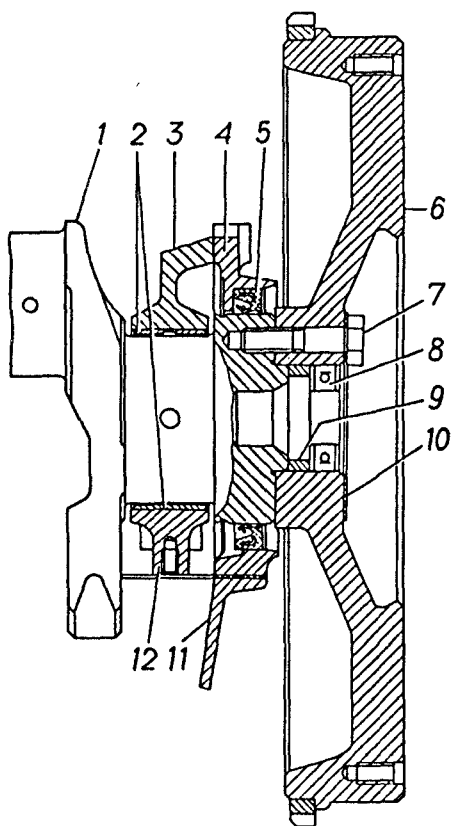

Рис. 8 Задний конец коленчатого вала:
Задний конец коленчатого вала (рис. 8) также уплотнен резиновой манжетой 5, запрессованной в крышку 4, которая крепится к заднему торцу блока цилиндров.
**Маховик** отлит из серого чугуна, установлен на посадочный выступ и штифт фланца коленчатого вала и крепится к нему шестью болтами М8, имеющими самоконтрящуюся резьбу. Для надежности крепления головки болтов прижимаются к стальной термообработанной шайбе. На маховик напрессован зубчатый обод для пуска двигателя стартером. К заднему торцу маховика шестью болтами М8 прикреплено сцепление. В центральное отверстие маховика устанавливаются распорная втулка 9 (см. рис. 8) и подшипник 8 первичного вала коробки передач.